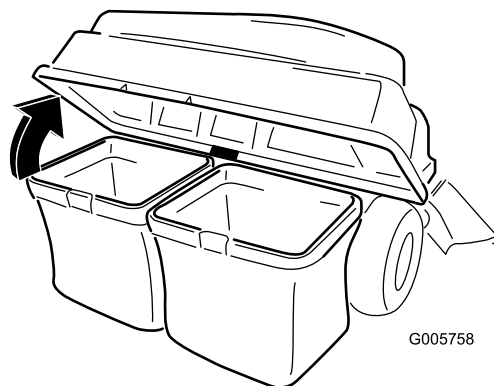

Figura 15
4. Alzate il coperchio del sistema di raccolta per aprirlo (Figura 15).